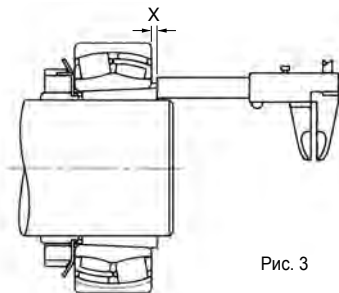

Рис. 3
5. Измерьте размер X, как показано выше на рис. 3.